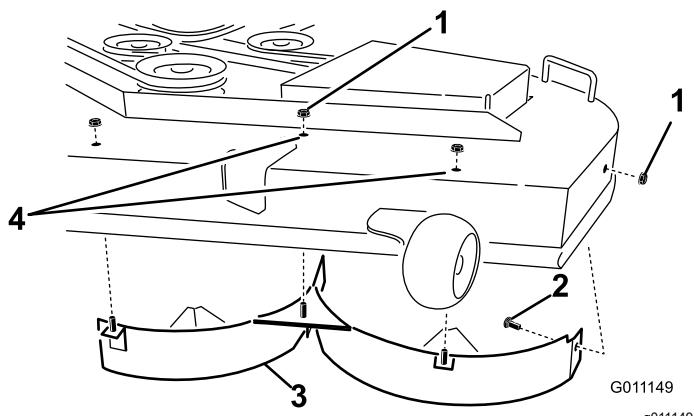

Figura 13
4. Retire las 2 contratuerzas (5/16") de las clavijas soldadas del deflector izquierdo, en la parte superior de la carcasa del cortacésped, en las posiciones centro y centro izquierda (Figura 13).
6. Retire el deflector izquierdo de la carcasa del cortacésped según se muestra en Figura 13.